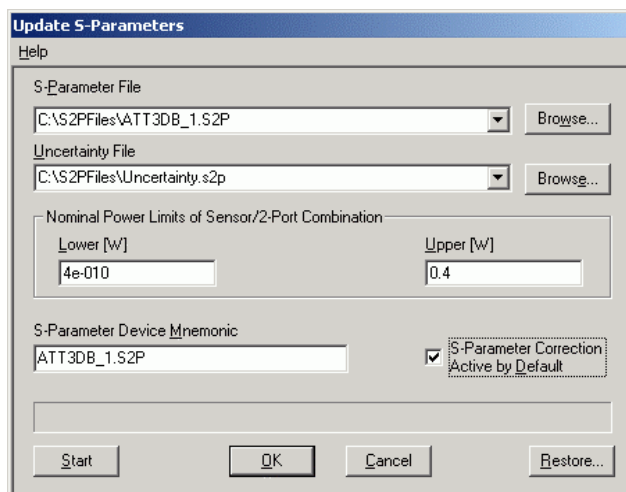

Bild 3-3 Dialogfenster für das Laden einer S-Parameter-Tabelle
2. Wählen Sie den Menüpunkt **Update S-Parameters**. Dadurch wird das entsprechende Dialogfenster geöffnet (Bild 3-3).